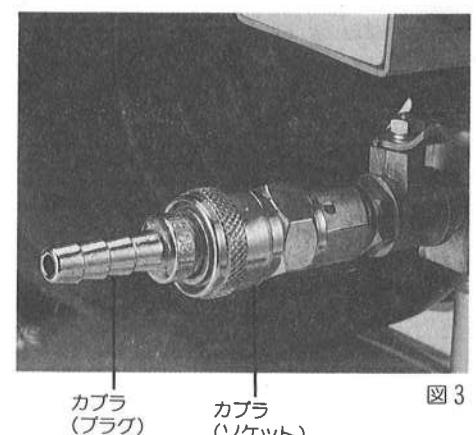

図3
- オイル注入キャップは輸送中オイル漏れ防止のため空気穴のない注入キャップがついています。空気穴のついたものが袋の中に入っていますのでご使用前にオイル注入キャップを交換してからご使用下さい。(図3参照)